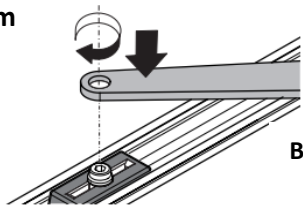

Bild 5
- Hebel mit der im Gleiter integrierten Gewindeschraube am Gleiter befestigen (sh. Bild 5)